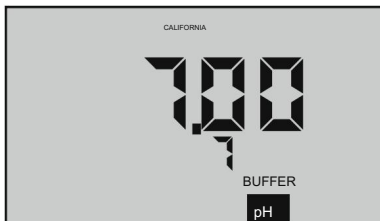

Figura 6
4. Prensas  para entrar en el modo de calibración. El "CAL", "BUFFER" y aparecerán los anunciadores "7" (ver Figura 6, página 19). El valor mostrado será el sensor no calibrado.